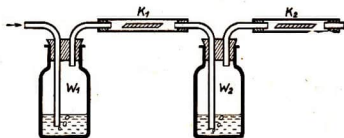

Abb. 10. Trocknen eines Luftstroms durch konzentrierte Schwefelsäure
3. Die Wasserflasche  $W_1$  (Abb. 10) enthält warmes (40–50° C) Wasser,  $W_2$  konzentrierte Schwefelsäure. Bei  $K_1$  und  $K_2$  liegen Streifen von getrocknetem Kobaltchloridpapier. Bläst man Luft in der Richtung des Pfeils hindurch, so wird  $K_1$  in dem feuchten Luftstrom rot, während  $K_2$  blau bleibt, da der Luftstrom durch die konzentrierte Schwefelsäure getrocknet wird.